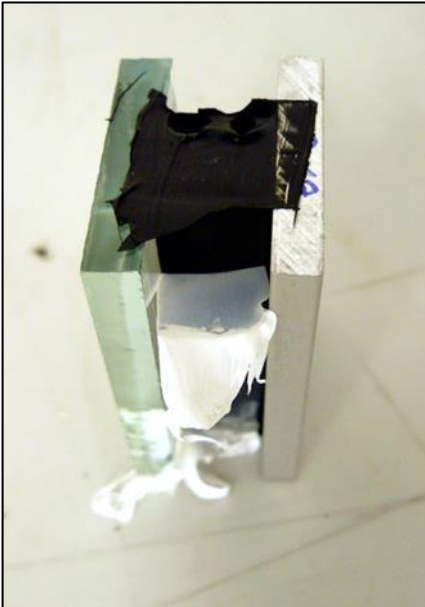

Рис. 20: Удаление пластиковой ленты (PTFE) через 7 дней для однокомпонентного клея и через 1 день для двухкомпонентного клея
3. Извлеките образцы из форм после нескольких дней хранения при комнатной температуре (удалите крепежные элементы, рис. 20).